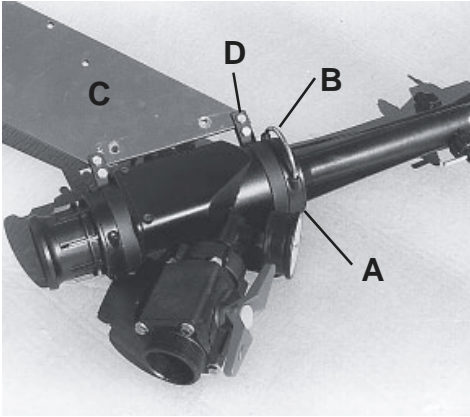

Fig. 1
Drej dyse (**A**) en kvart omgang. Saml de to halvdele ved hjælp af lukkebøjle (**B**) (se fig. 1).
2. Anbefalinger / tips for anbringelsessted. Vælg det bedst egnede beslag. Beslag (**C**) kan afkortes. Samlingen kan drejes, hvis bøjle (**D**) løsnes (se fig. 1). Anbringes på venstre side af sprøjten. Fyldeslange (**E**) skal have en glat bue, så den kan hvile på beholderen (se fig. 2-3). Sørg for, at andet udstyr ikke påvirkes.
Secure nozzle (A) by turning quarter turn. Assemble 2 body halves utilizing lock cramp (B) (see fig. 1).
Choose bracket best suited. Bracket (C) may be shortened. Assembly may be rotated if holder rings (D) are loosened (see fig.1).